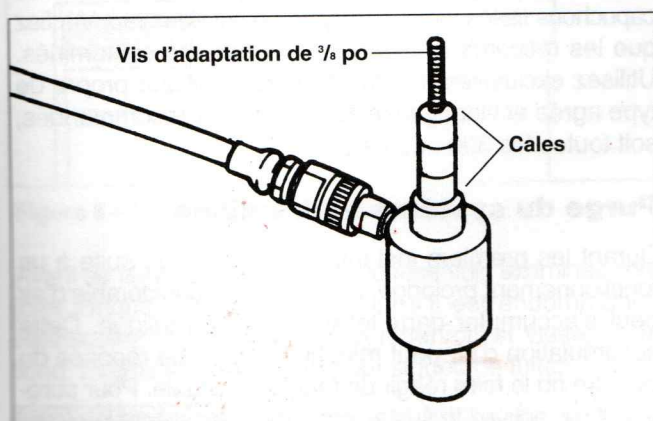

Figure 2 – Montage pour trous de $\frac{1}{2}$ po
4. Enfilez les trois cales sur le manchon de $\frac{3}{4}$ po en commençant par la plus courte, puis la moyenne, et ensuite la plus longue (Figure 2).